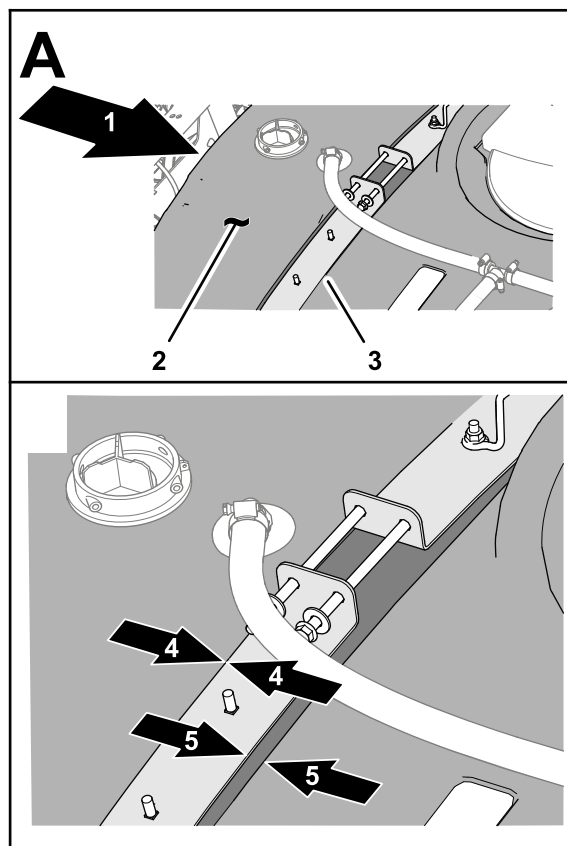

Figure 8
2. Avancez la cuve du pulvérisateur jusqu'à ce que les sangles affleurent l'épaulement à l'extrême arrière du relief de la sangle moulé dans la cuve (Figure 8).